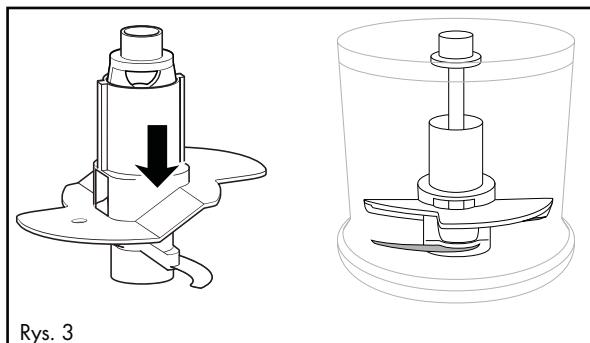

Rys. 1
- 1) Załóż misę ⑥ na podstawę ⑨.
- 2) Wsuń nasadkę mieszającą ⑩ na uchwyt noża ⑤:
- Na 100 ml śmietany należy ją założyć na uchwyt noża ⑤ tak, aby nasadka mieszająca ⑩ przylegała do obu noży ⑦ i się na nich zablokowała (rys. 1):